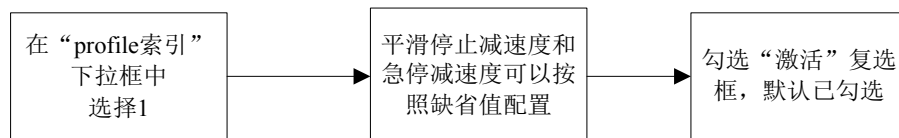

图 4-34 闭环模式下 profile 配置流程
- (7) 切换至“profile”页，如图 4-34 所示。